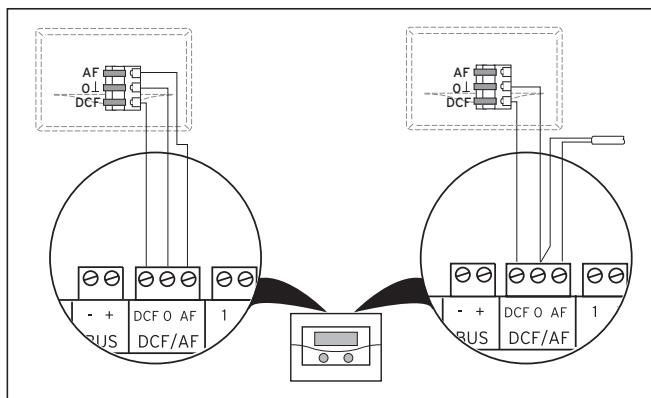

Рис. 5.10 Подключение DCF-приемника VRC
- Выполните электромонтаж DCF-приемника согласно рис. 5.10: